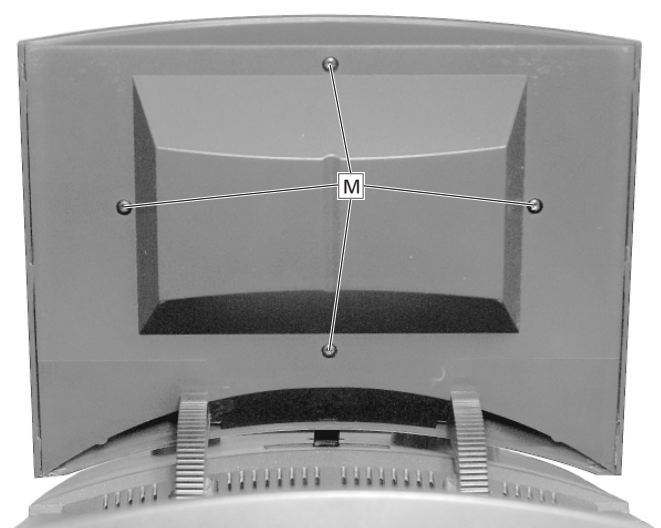

Fig. 25
- Die 4 Schrauben **M** (Fig. 25) herausschrauben.
- Undo 4 screws **M** (Fig. 25).